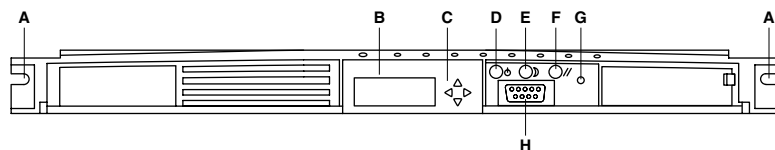

Figura 2
3. Pulse el botón de encendido (vea la Figura 2).